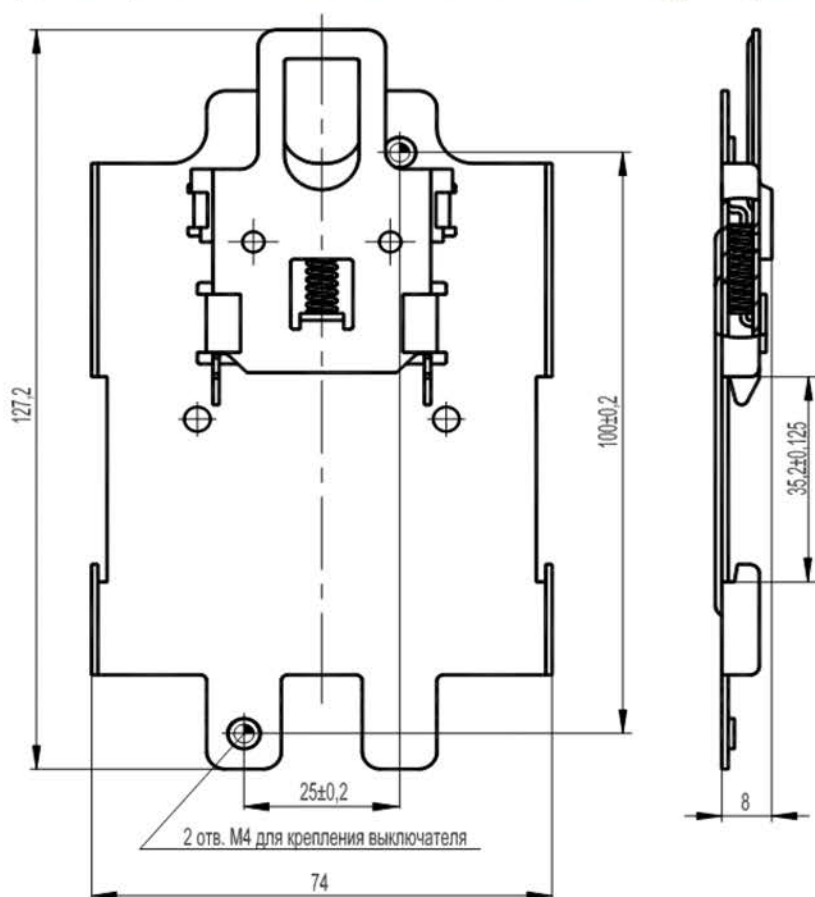

Рисунок 4 –
- закрепить выключатель с адаптером на DIN рейку и подключить проводники главной цепи и выводы дополнительных сборочных единиц в соответствии со схемой (рисунок 4).